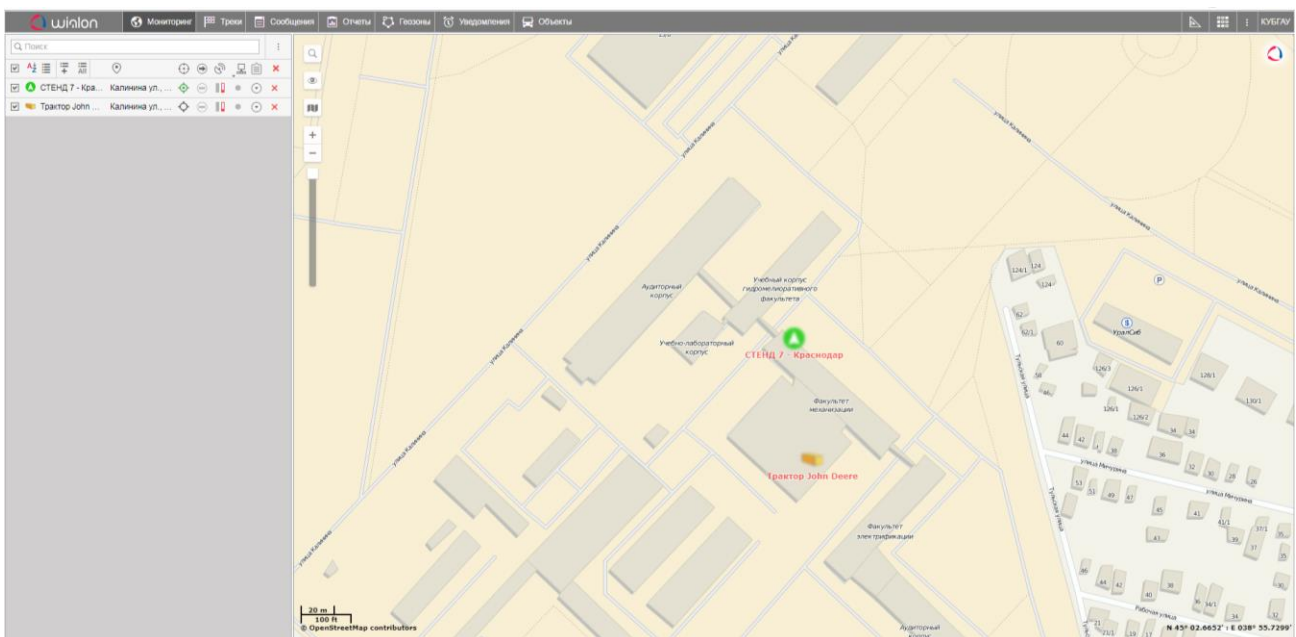

Рисунок 3.11 – Запуск приложения
3. Запустите приложение <https://hosting.wialon.com/> (рисунок 3.11). Выберите **Стенд**. Будет отображено количество видимых спутников GLONASS/GPS.